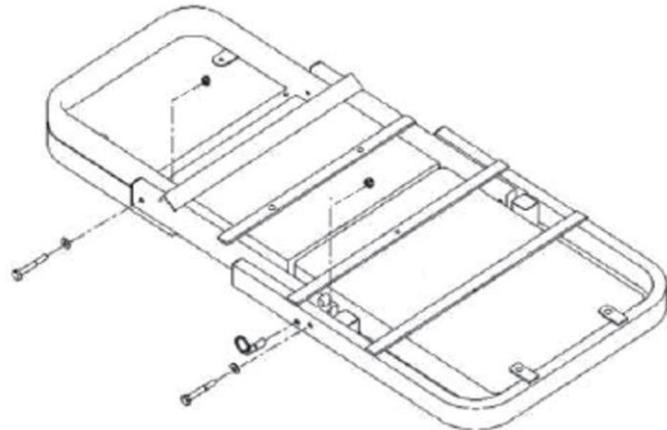

Fig.1
1. Fixer les coussins d'assise au cadre avec des boulons (7).
2. Placer le cadre d'assemblage à plat, face vers le bas, puis assembler les cadres avec les boulons (4), écrous (5) et rondelles (6), comme indiqué sur la Fig.1.